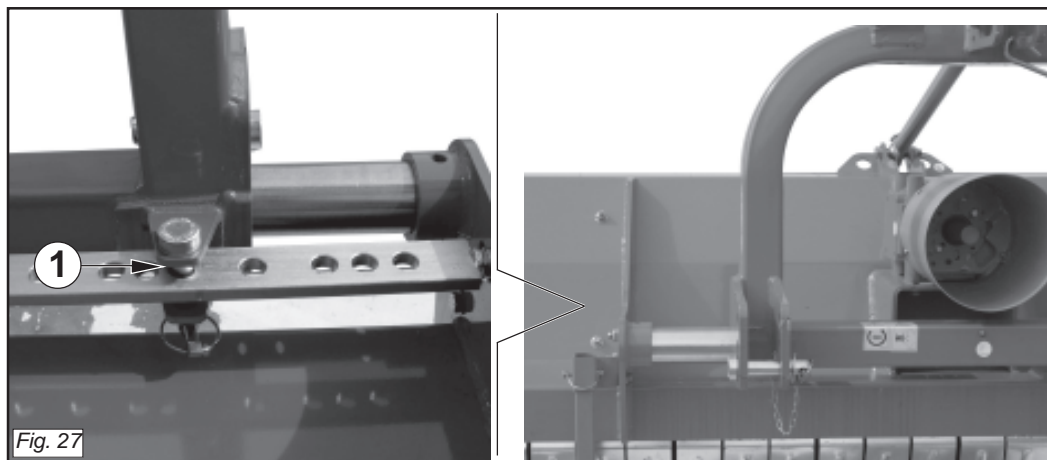

Fig. 27
- Togliere il perno (1 Fig. 27) dalla barra di fermo.
- *Remove the pin (1 Fig. 27) from the retainer bar.*
- Retirer l'axe (1 Fig. 27) de la barre de blocage.
- *Den Bolzen (1 Abb. 27) von der Anschlagsschiene entfernen.*
- Quitar el perno (1 Fig. 27) de la barra de bloqueo